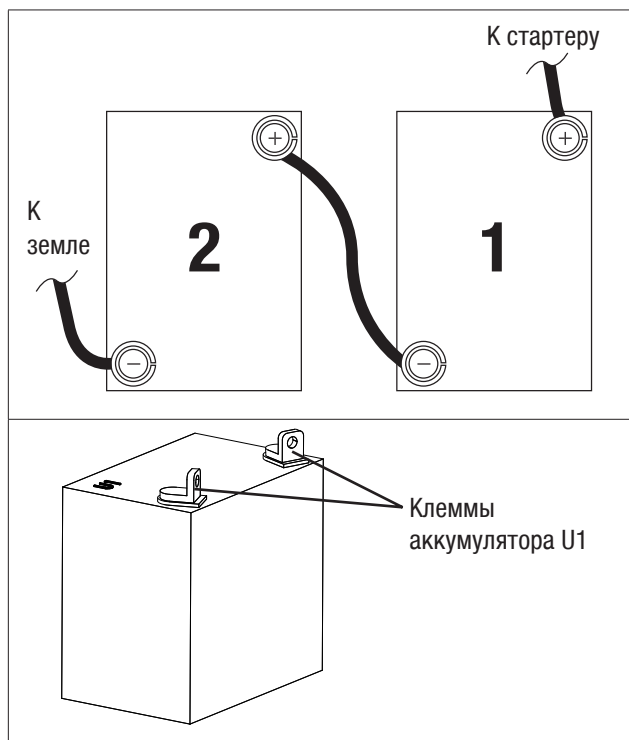

Рисунок 8
Два (2) 12 В аккумулятора Group U1 с током холодной прокрутки не менее 350 А каждый. Размеры аккумулятора: 7 3/4 Д x 5 3/16 Ш x 7 5/16 В дюймов (196 мм Д x 131 мм Ш x 185 мм В). Он должен быть испытан на работу при пониженных и повышенных температурах в диапазоне от -22° F (-30° C) до 104° F (40° C). Аккумулятор приобретает на месте. Сначала подключите (+) кабель. Затем подсоедините кабель, соединяющий (+) клемму одного аккумулятора с (-) клеммой второго аккумулятора. Всегда сначала подключайте (+) кабель к генератору (рисунок 8)